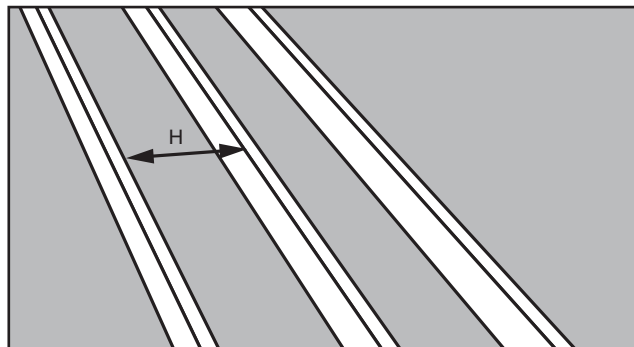

FIGURA 11
- PASO 1.** Mida la longitud "H" de travesaño entre las vigas (Vea la Figura 11).